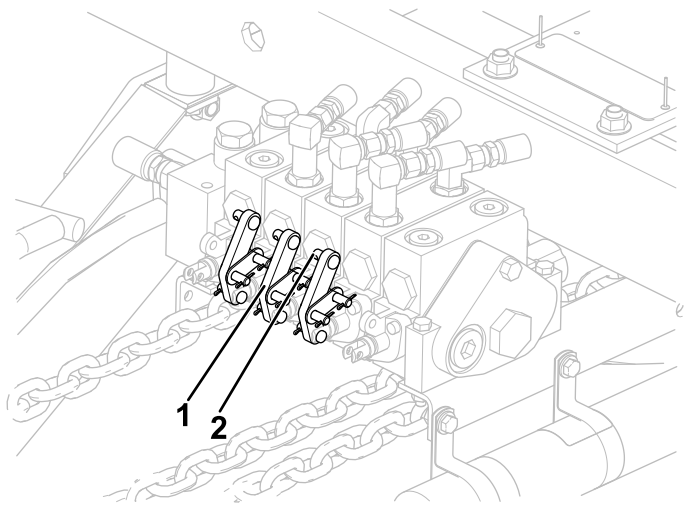
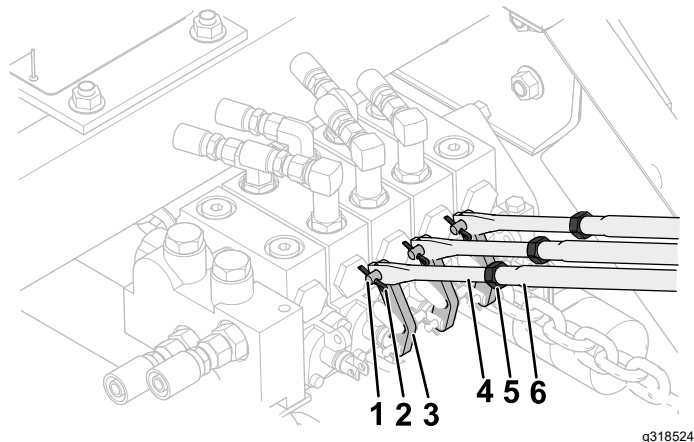

图 9
图 10
- 朝阀门的方向转动杆或将其拉出以找到中间位置确保滑阀杆图 9 位于空档中间位置。
8. 将六角螺母 7/16 英寸拧到每个下控制杆上 图 10。
10. 将下控制杆部分拧入上控制杆 图 10。
11. 将下控制杆 图 10 端部的孔与控制阀杆 图 9 中的安装销对齐。
13. 用开口销将控制杆固定到控制阀杆上 图 10。
15. 正确调整杆后拧紧下控制杆上的六角螺母 图 10。